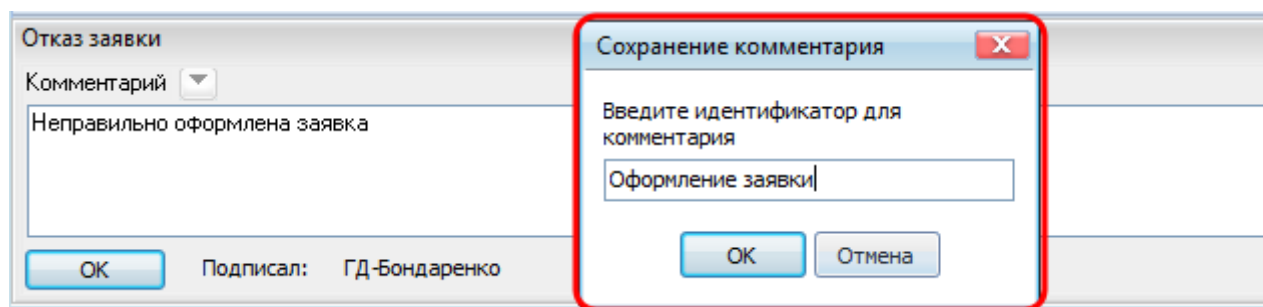

Рисунок 12.28 – Сохранение комментария
- «**Сохранить комментарий**» – сохранение комментария как предопределенного текста комментария. При выборе пункта меню « Сохранить комментарий» появляется окно «Сохранение комментария» (Рисунок 12.28). В окне «Сохранение комментария» необходимо ввести идентификатор комментария и нажать на кнопку «ОК».